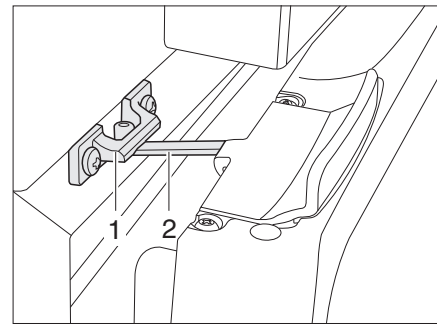

Bild 136 Kylskåpsdörr i ventilationsläge (Thetford)
- För upp låset (Bild 136,2) och haka fast det i låsfästet (Bild 136,1). Därvid stannar kylskåpsdörren i öppet läge.